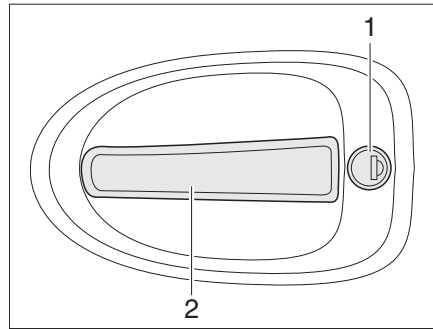

Bild 42 Dörrlås förardörr, utsida
- Stick in nyckeln i låscylindern (Bild 42,1) och vrid den ända tills dörrlåset har låsts upp.
- Drag i dörrhandtaget (Bild 42,2). Dörren är öppen.
- Stick in nyckeln i låscylindern (Bild 42,1) och vrid den ända tills dörrlåset har låsts.